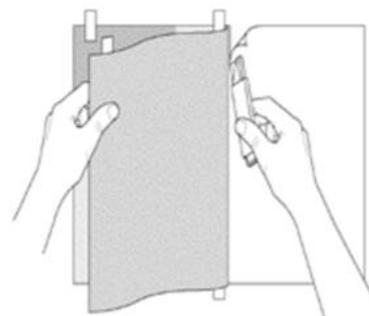

Figura 10
4. Piegare metà della grafica sulla cerniera. Rimuovere il liner fino in prossimità della cerniera fatta con il nastro di carta. Quindi tagliare il liner piegato lungo la cerniera ed eliminarlo. Vedere la figura 10.